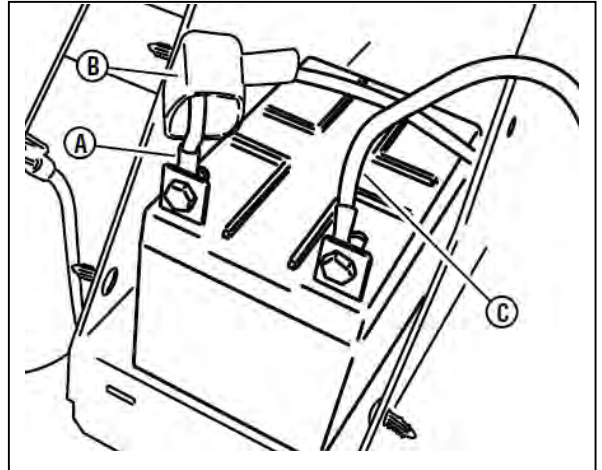

図 8-18 バッテリーの接続
3. 黒いマイナスケーブル(図 8-18 の A)をバッテリーのマイナスターミナルから外します。
4. 次に赤い(+)ケーブル(図 8-18 の A)をバッテリーから外します。
2. 赤い(+)ケーブル(図 8-18 の A)をバッテリーのプラス(+)ターミナルに接続します。